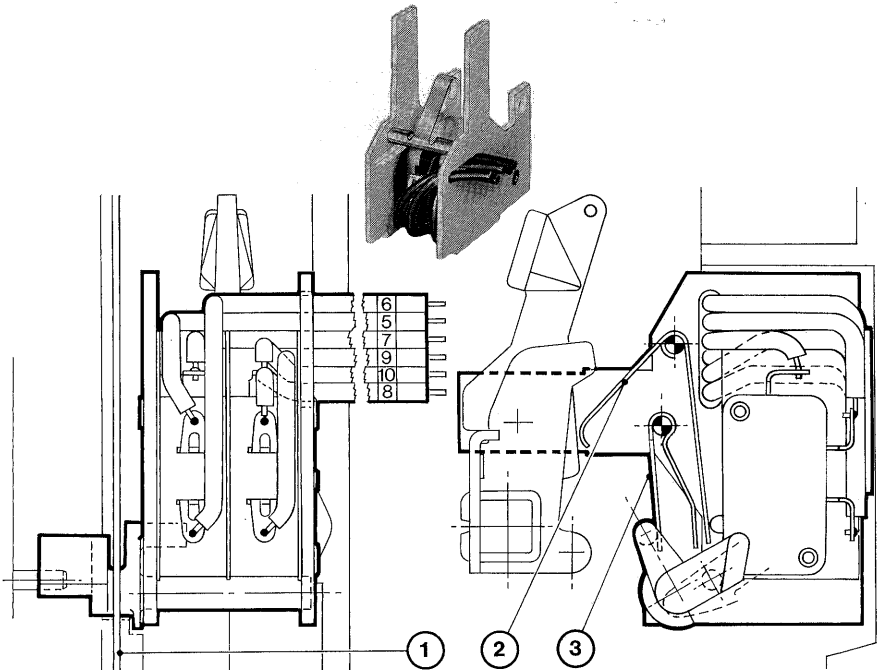

Fig. 15
8.3. Commutatori ausiliari per la segnalazione di interruttore "aperto" e "chiuso" oppure di "aperto per intervento sganciatori" (fig. 15)